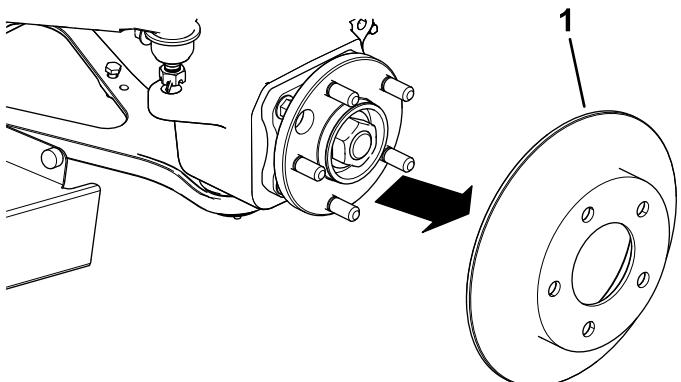

図6
6. ロータを取り外す図6。
4. ハブにロータを取り付ける図6。